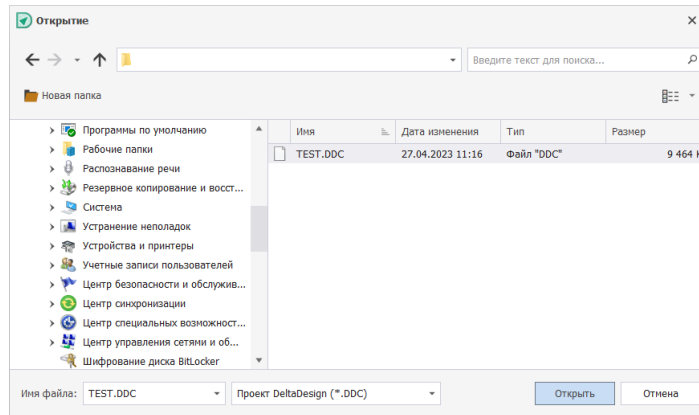

Рис. 55 Выбор импортируемого файла
4. В открывшемся окне проводника выберите файл и нажмите «Открыть», Рис. 55.